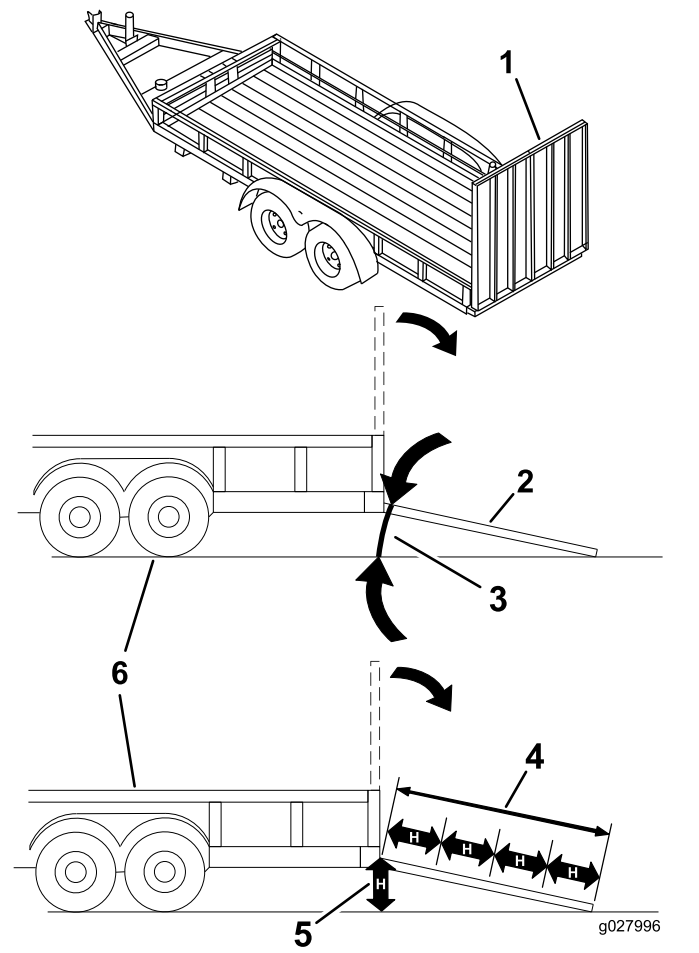

Figura 39
Le chargement de la machine sur une remorque ou un camion augmente le risque de basculement, et donc de blessures graves ou mortelles (**Figura 39**).
3. Abaissez la rampe pour que l'angle avec le sol ne dépasse pas 15 degrés (Figura 39).
1. Abaissez la rampe pour que l'angle avec le sol ne dépasse pas 15 degrés (Figura 39).